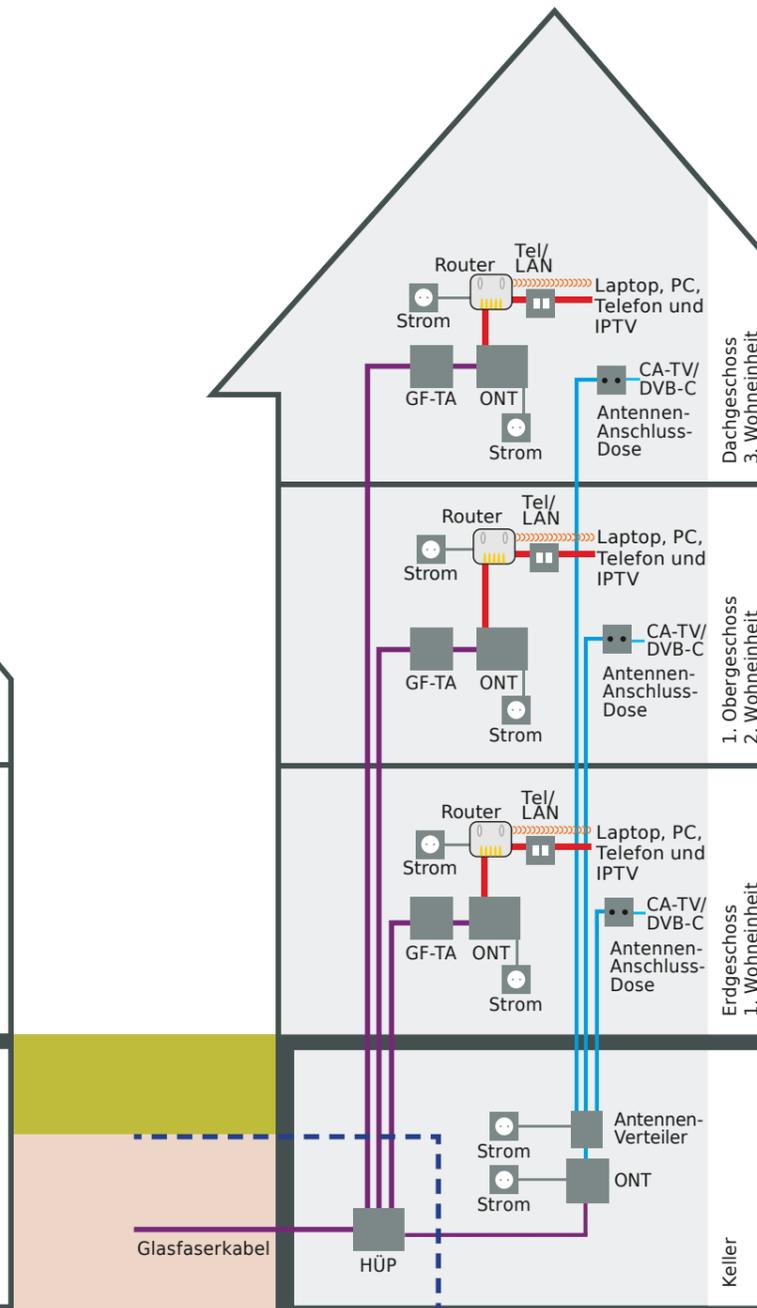

Abbildung 2: Mehrfamilienhaus mit separater TV-Verkabelung im Keller
- sternförmige koaxiale Gebäudeverkabelung (siehe Abbildung 2)